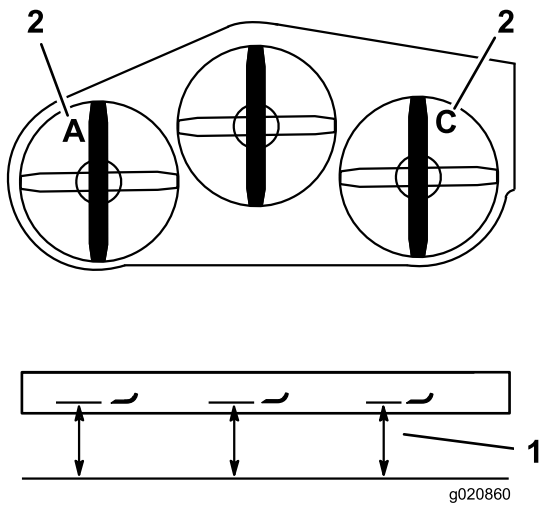

Figura 82
- Mida la cuchilla izquierda en la posición **A** desde una superficie nivelada hasta el filo de corte de la punta de la cuchilla, y anote esta medida (Figura 82).
- Mida la cuchilla derecha en la posición **C** desde una superficie nivelada hasta el filo de corte de la punta de la cuchilla, y anote esta medida (Figura 82).
- Ajuste los pernos de ajuste en las horquillas, en las posiciones **A** y **C**, para obtener la altura correcta (Figura 82).
3. Mida la cuchilla derecha en la posición **C**, desde una superficie nivelada hasta el filo de corte de la punta de la cuchilla, y anote esta medida (Figura 82).